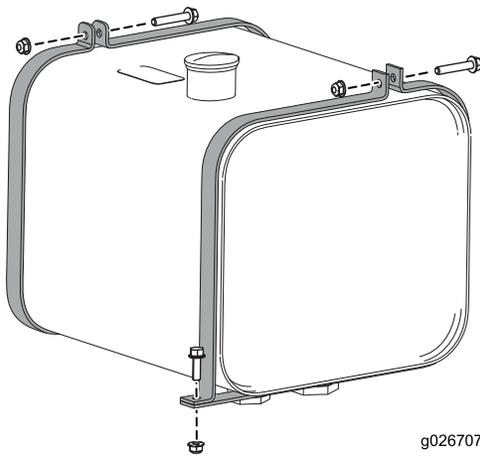

Figure 45
8. Desserrez les sangles du réservoir hydraulique et déposez le réservoir de la machine (Figure 45).